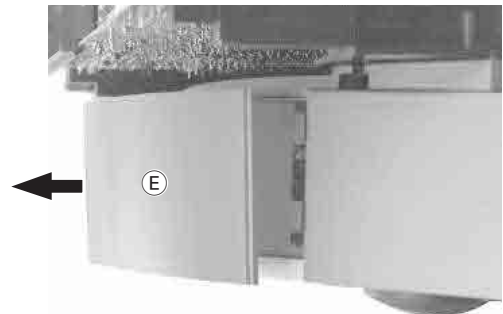

Fig. 6
- TV-Gerätesockelabdeckung ⑤ nach hinten abziehen (Fig. 6).
- Withdraw the cover ⑤ from the TV base (Fig. 6).